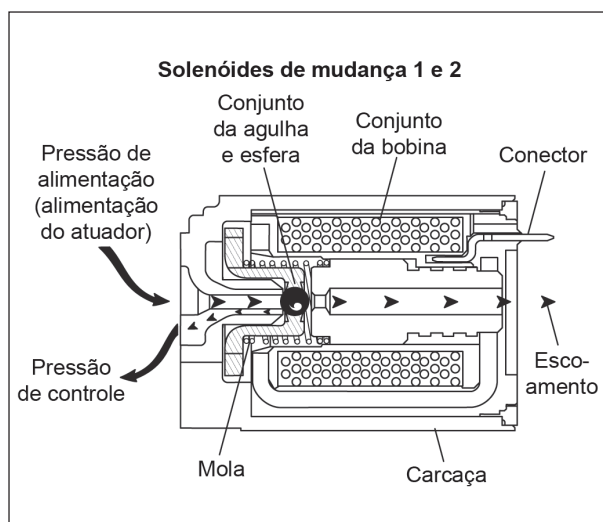

Figura 10
Quando o TCM fornece um caminho para aterramento do circuito elétrico para ligar o solenóide, a corrente flui através da bobina no solenóide criando um campo magnético. O campo magnético move a agulha e esfera dosadora para a direita, conforme mostra a figura 10, contra o assento da válvula, desta maneira bloqueando a passagem de escoamento e criando a pressão de controle do solenóide.
Os solenóides de mudança são desligados quando o TCM interrompe o caminho do aterramento para o circuito elétrico do solenóide. Com o solenóide desligado, a mola move a agulha e esfera dosadora para a esquerda, conforme mostrada na mesma figura 10, para longe do assento de escoamento e contra o assento de alimentação. Esta ação bloqueia o fluido de alimentação do atuador evitando que ele entre no solenóide e faz com que qualquer pressão remanescente escoar do solenóide.
O fluido limitador de alimentação do solenóide alimenta o solenóide de mudança 1 para controlar a válvula de seleção da embreagem de controle 2. Quando o solenóide 1 é energizado (ON), o fluido de alimentação passa através do solenóide, criando assim a pressão de controle do solenóide 1, segundo mostra a figura 10. A pressão de controle do solenóide 1 age contra a força da mola da válvula de seleção da embreagem 2, para mover a válvula para a posição de aplicação.
Quando o solenóide de mudança 1 é Desenergizado (OFF), o fluido de alimentação é bloqueado e não mais alimenta o circuito do solenóide 1, e qualquer pressão remanescente é escoada através do solenóide, conforme mostra a figura 10.
O fluido limitador de alimentação do solenóide alimenta o solenóide de mudança 2 para controlar a válvula de seleção da embreagem de controle 3. Quando o solenóide 2 é energizado (ON), o fluido de alimentação passa através do solenóide, criando assim a pressão de controle do solenóide 2, segundo mostra a figura 10. A pressão de controle do solenóide 2 age contra a força da mola da válvula de seleção da embreagem 3, para mover a válvula para a posição de aplicação.
Quando o solenóide de mudança 2 é Desenergizado (OFF), o fluido de alimentação é bloqueado e não mais alimenta o circuito do solenóide 2, e qualquer pressão remanescente é escoada através do solenóide, conforme mostra a figura 10.